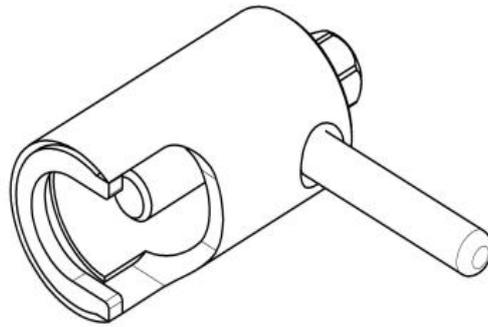

Рис. 13. Съемник крыльчатки(11000002907).
- снять крыльчатку при помощи специального съемника (см. рис. 13);